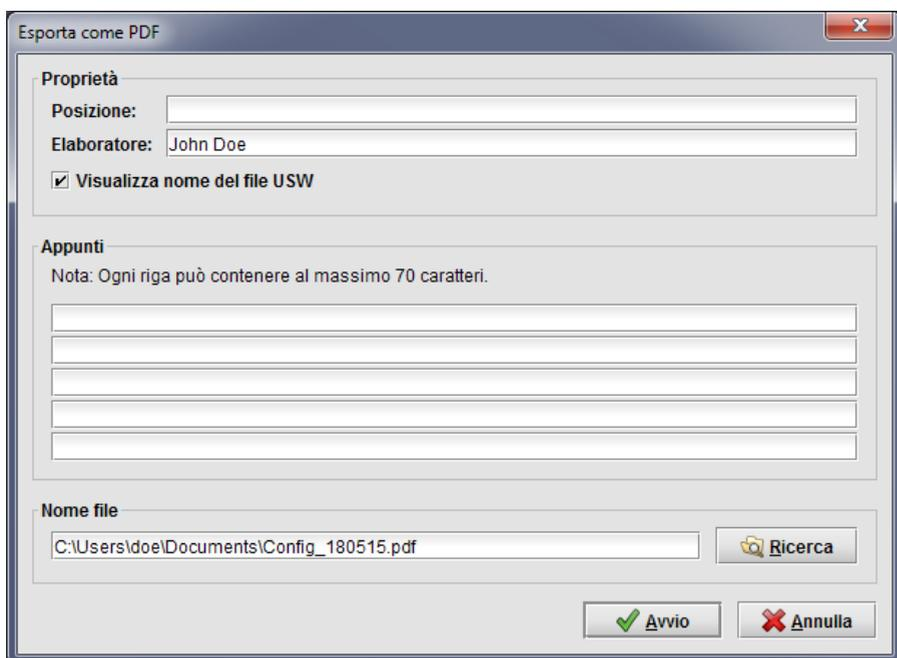

Fig. 8: Finestra di dialogo **Esporta come PDF**
- ① Apre un file di configurazione per la modifica.1)
- ② Sovrascrive il file aperto in precedenza con ① con le impostazioni attuali.
- ③ Salva una configurazione di nuova creazione o una aperta in precedenza con ① in un file di configurazione con un nome nuovo.
- ④ Chiude l'attuale configurazione:
- ⑤ Esporta la configurazione attuale in formato PDF. Si apre la finestra di dialogo **Esporta come PDF** per l'immissione di informazioni supplementari (Fig. 8). Il PDF creato contiene in particolare l'assegnazione dei transponder ai gruppi di canali.
- ⑥ Stampa la configurazione attuale. Si apre la finestra di dialogo **Stampa**. Vale inoltre quanto detto al punto ⑤.
- ⑦ Elenco delle ultime configurazioni reali aperte degli impianti online.
- ⑧ Chiude USW°800. Per la configurazione attuale vale quanto detto al punto ④.